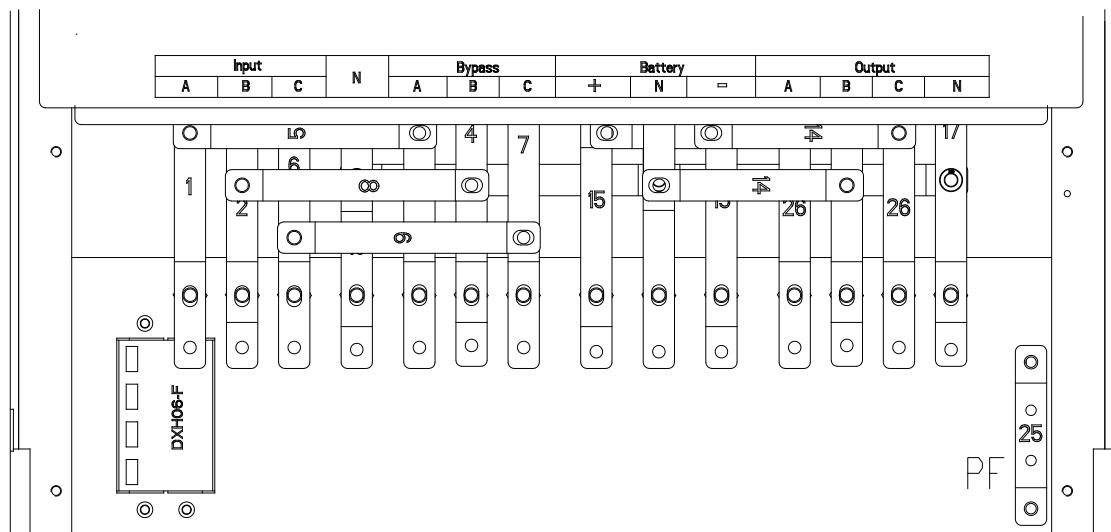

Рис.2-10 Клеммная колодка
- Снимите защитную крышку силовых клемм. Расположение клемм ввода, вывода, батарей и защитного проводника показано на Рис.2-10.